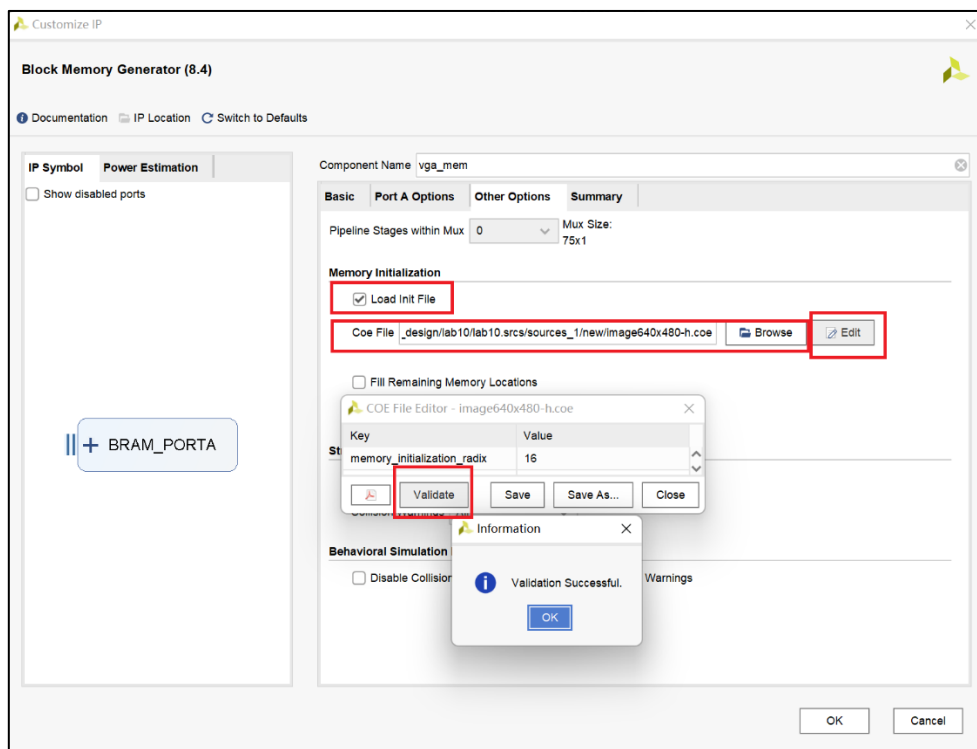

图 6.9 装入提供的图像文件
4、点击 Other Options 对话框，在内存初始化下，选择装载内存初始化文件，选择实验提供的图像 COE 文件，如 img640x480-h.coe 文件，并点击 Edit 按钮，在弹出的对话框中，点击 Validate 按钮，显示校验成功信息框，如图 6.9 所示，点击 OK 按钮。